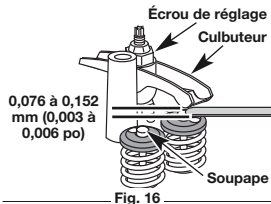

Fig. 16
- Tournez l'écrou de réglage à l'aide d'un tourne-écrou ou d'une clé de 8 mm (5/16 po) (Fig. 16).